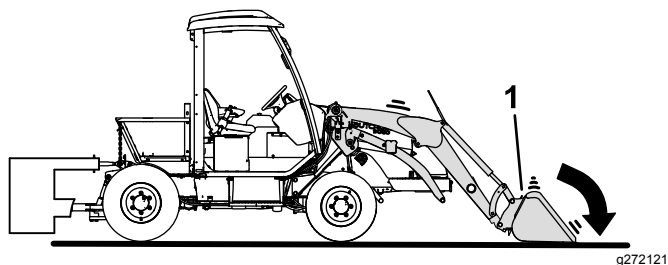

Figura 44
2. Rilasciate la pressione su ciascun fermo del braccio di caricamento ruotando leggermente in avanti l'attrezzo del caricatore e abbassandolo a terra (Figura 44).